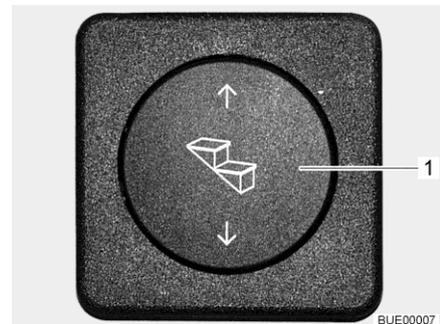

Fig. 9 Touche marche pied
- Appuyer sur le bas de la touche (Fig. 9,1) et le maintenir pressé (pendant au moins 3 secondes) jusqu'à ce que le marche pied soit entièrement sorti.
- Appuyer sur le haut de la touche (Fig. 9,1) jusqu'à ce que le marche pied soit entièrement rentré.